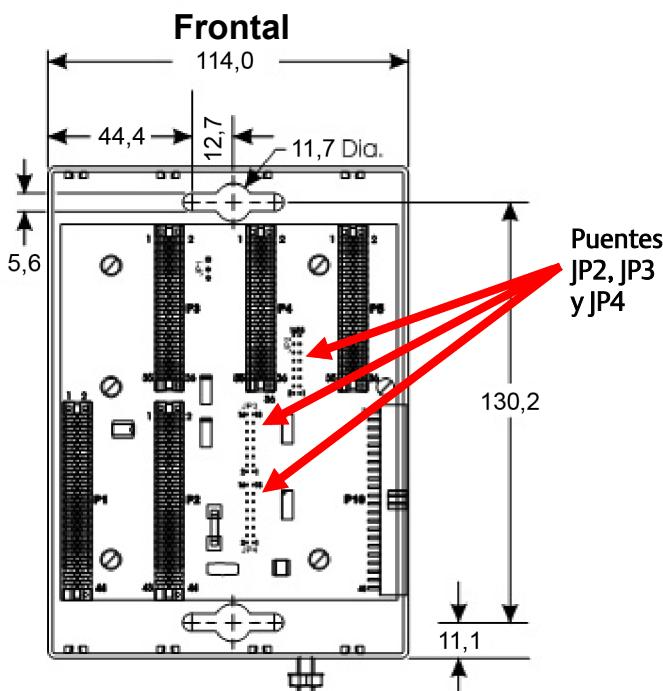

Figura 2. Dimensiones (en milímetros) de la carcasa de base de 4 ranuras del ControlWave Micro
- Carcasa de base.** Colóquela según lo deseé en la placa de montaje de la carcasa y ubique los orificios de montaje en la placa con el ControlWave Micro como plantilla. Vea la *Figura 2* para obtener las dimensiones. Perfore y rosque orificios de montaje en la placa. Coloque el ControlWave Micro sobre las ubicaciones roscadas y conecte la placa con cuatro tornillos (no se proveen). Ajuste los tornillos en un par de 1,1 a 1,4 N·m aproximadamente.
Nota: Si está conectando una carcasa de expansión a una carcasa de base de 4 u 8 ranuras, quite los tres terminadores de bus (JP2, JP3 y JP4, se muestran en la *Figura 2*) del plano posterior de la carcasa de base de 4 u 8 ranuras.
Las carcasa de base tienen una orejeta de conexión a tierra (vea la *Figura 2*) que se adapta a un tamaño de cable de hasta 5,19 mm (4 AWG). Después de instalar la base y cualquier carcasa de expansión y antes de instalar cualquier módulo en las carcasa de base o de expansión, debe tender un cable a tierra entre la orejeta de conexión a tierra de la carcasa de base y una buena conexión a tierra conocida. Todas las conexiones a tierra deben tener una varilla a tierra o rejilla de tierra con impedancia de 2,0 ohmios o menos, medida con un probador de sistemas de tierra. El conductor de tierra debe tener una resistencia de 1 ohmio o menos entre la conexión a tierra de la carcasa del ControlWave Micro y la varilla o la rejilla de tierra.